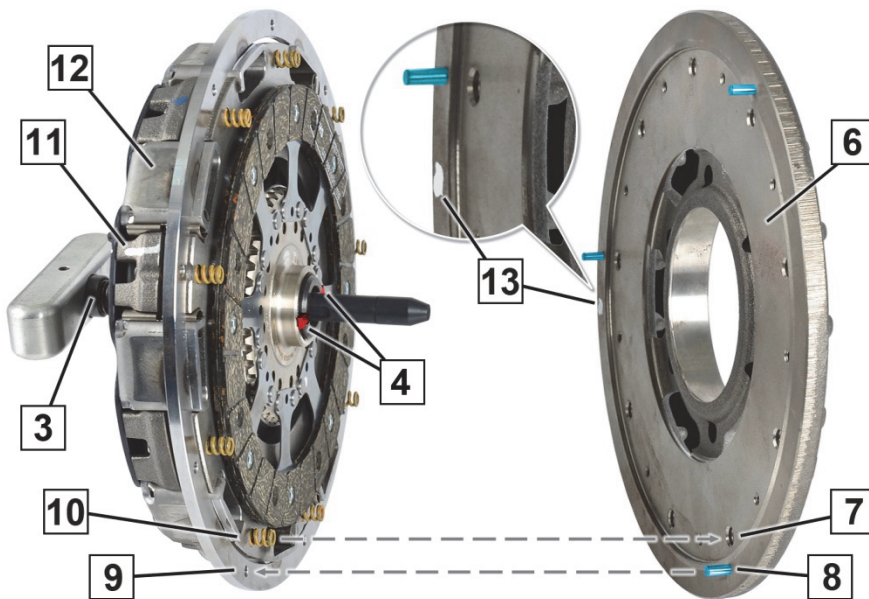

Abb. 4: Bauteile vor der Montage ausrichten
6. Die Zweischeibenkupplung (12) am ZMS (6) ausrichten (Abb. 4):
- Die Markierung (11) an der Zweischeibenkupplung und die Markierung (13) am ZMS müssen 180° Versatz haben.
- Die Zentrierstifte (8) müssen mit den entsprechenden Bohrungen (9) fluchten.
- Die Schraubenfedern (10) müssen mit den entsprechenden Bohrungen (7) fluchten.